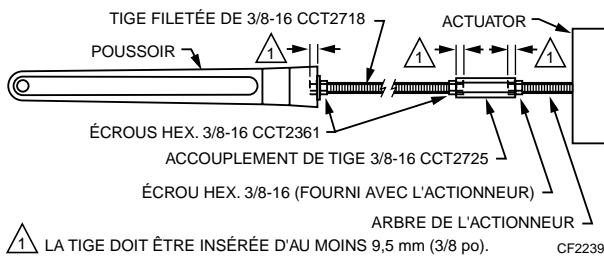

Fig. 17. Assemblage de la rallonge de l'arbre du registre.
10. Assembler la tige filetée, le poussoir, l'accouplement et les écrous pour former la rallonge de l'arbre du registre (Fig. 17).
- g. Serrer les écrous hexagonaux sur l'arbre de l'actionneur et la tige filetée (Fig. 17) pour bloquer la tige en place.